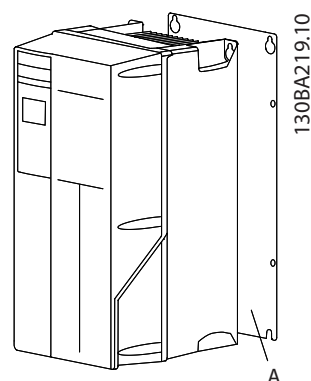
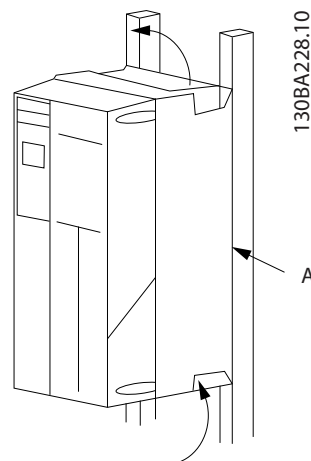

图 2.2 使用背板进行的适当安装
图 2.3 使用导轨进行的适当安装
- 为了提供冷却气流，必须将设备安装到实心平面或选配的背板上（请参阅 图 2.2 和 图 2.3）。